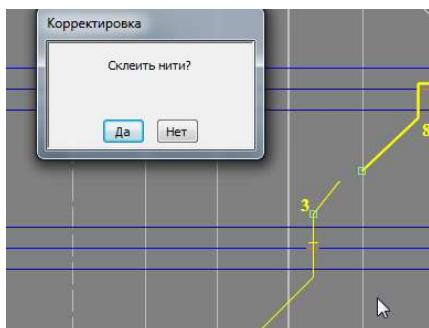

Рис.81. Склейка нитей.
4. В появившемся диалоговом окне «Склейте нить» выберите «Да» для того, чтобы склеить нити, «Нет», чтобы отказаться от этого (см. рис.81).